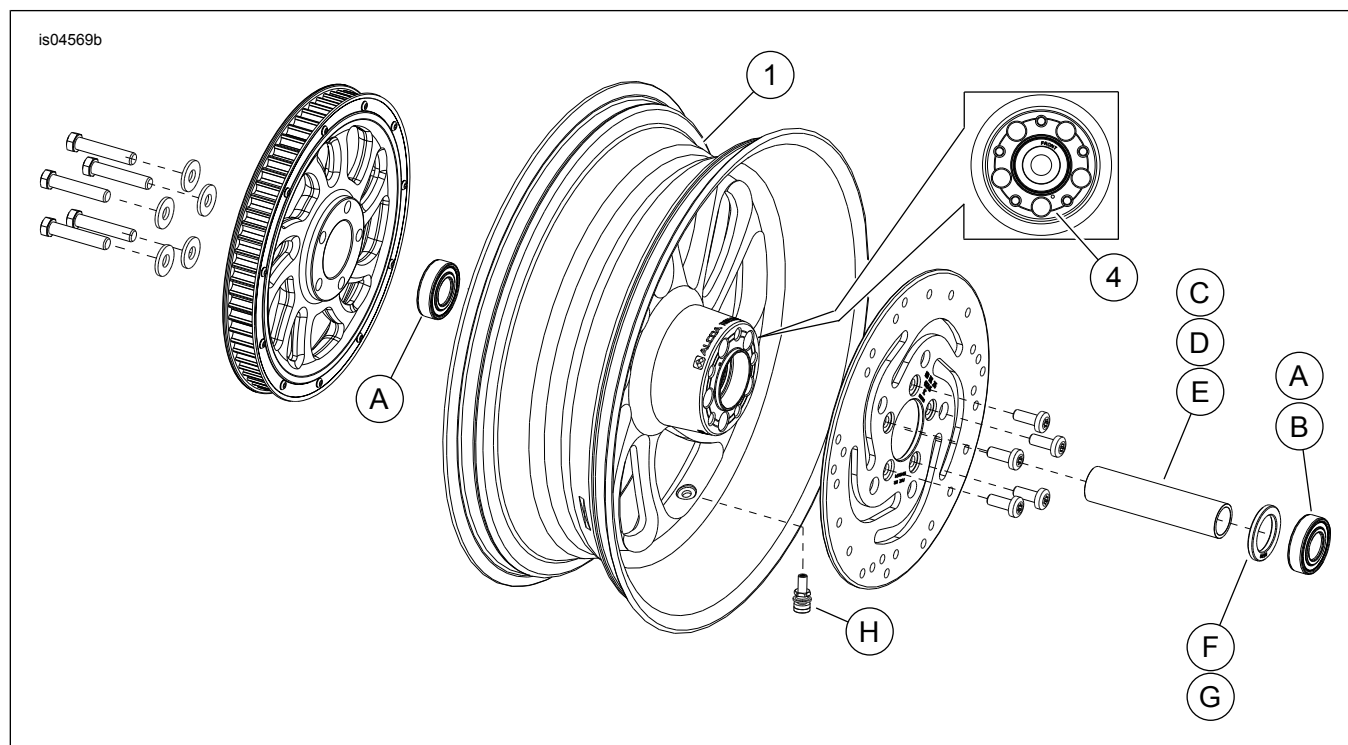

Figura 1. Parti di ricambio: Ruote posteriori laminata (è illustrata la ruota da 17 pollici)
Vedere Figura 1 e Tabella 2
2. Vedere Figura 1. Installare il gruppo dello stelo della valvola (H) sulla ruota. Consultare il manuale di manutenzione.